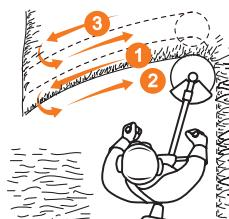

Рис. 15
- Для кошения густой высокой травы перемещайте режущую часть медленно и осторожно. Скашивание травы производите на максимальных оборотах двигателя справа налево, возвращайте катушку по уже склоненной траектории (Рис. 15).